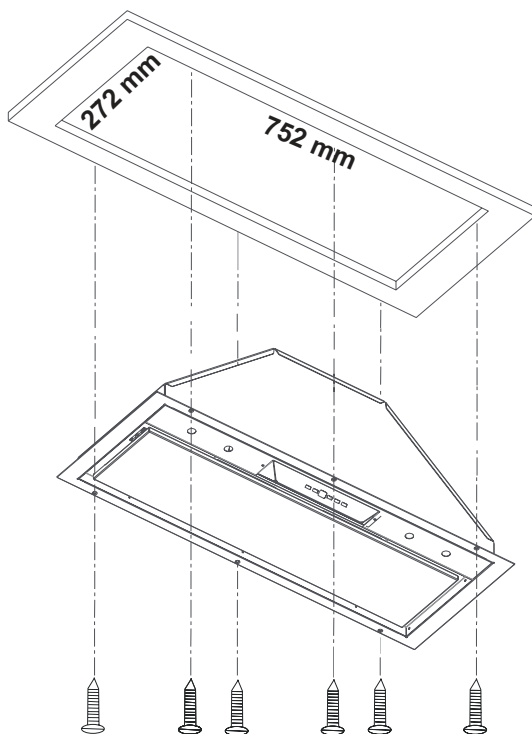

Abb.2: Montageskizze
- Löcher bohren, Dübel einsetzen und die Schrauben an den Punkten A + B sowie die Stockschrauben an den Punkten C + D zu $\frac{3}{4}$ eindrehen (\Rightarrow Abb. 2).